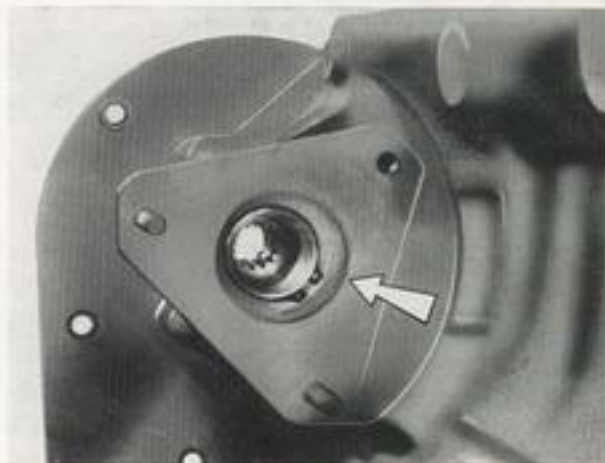

Fig. 6
- Oter le circlip de blocage latéral du moyeu de la pompe d'injection (voir fig. 6) du côté pompe et sortir l'ensemble pignon-moyeu. Ce procédé est recommandable lors d'un démontage intégral. Mais dans le cas d'un démontage exclusif de distribution, on peut séparer le pignon de son moyeu.